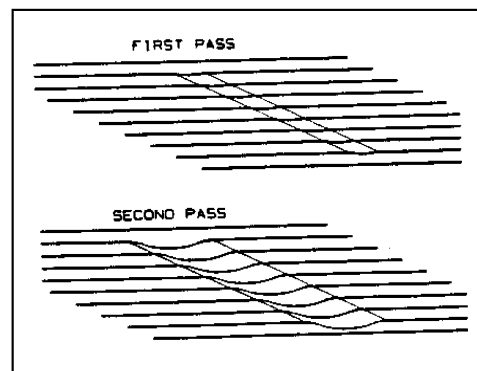

Figure 14
1. **LES MARQUES DE TAMBOUR**...sont causées par l'opérateur qui abaisse le tambour au sol sans déplacement vers l'avant. Ces marques peuvent être supprimées en coupant à un angle de 45 degrés par rapport à la marque. Couper au niveau de la marque tout en conservant le même chemin n'augmentera que la profondeur et la largeur de la marque. (voir Figure 14)